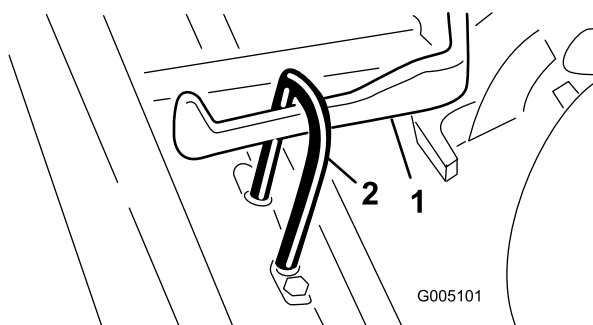

Figure 9
- Poussez le plateau de coupe sous le bâti de traction en accrochant le galet de relevage au bras de relevage (Figure 9).